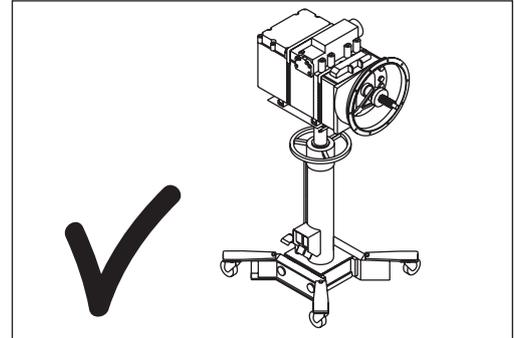

Abb. 3:
- der Lastschwerpunkt immer innerhalb der Standfläche des Heberrads und innerhalb der Fläche der Getriebeplatte liegt (Abb.3)